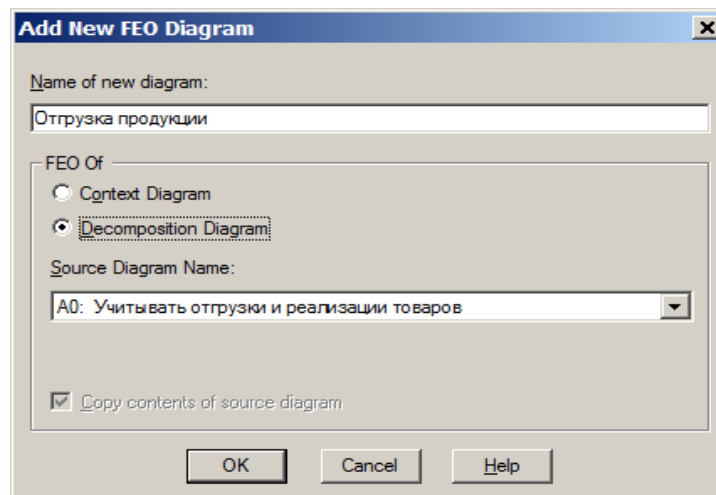

Рис. 31. Окно создания *FEO*-диаграммы
2. В диалоге *Add New FEO Diagram* (рис. 31) выберите тип *FEO Of Decomposition Diagram*, внесите имя диаграммы *FEO* «Отгрузка продукции». В качестве источника для создания *FEO*-диаграммы (*Source Diagram Name*) выберите диаграмму A0. Щелкните мышью по кнопке *OK*.